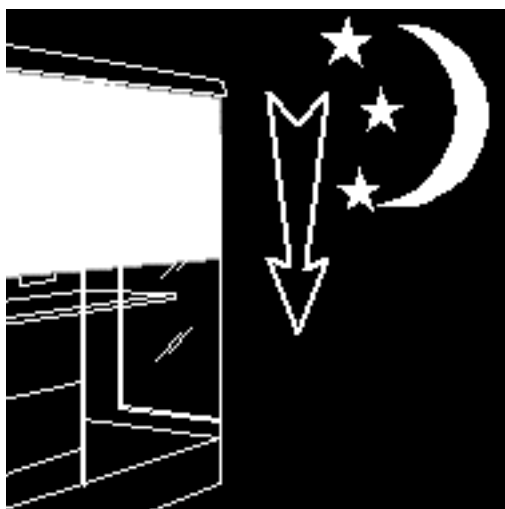

fig. 11
- usare le tendine notte, previste di serie durante le ore di chiusura (fig. 11): eviterete inutili consumi di energia ottenendo nel contempo una migliore conservazione dei prodotti esposti. Le tendine si agganciano alla parte inferiore del batticarrello.